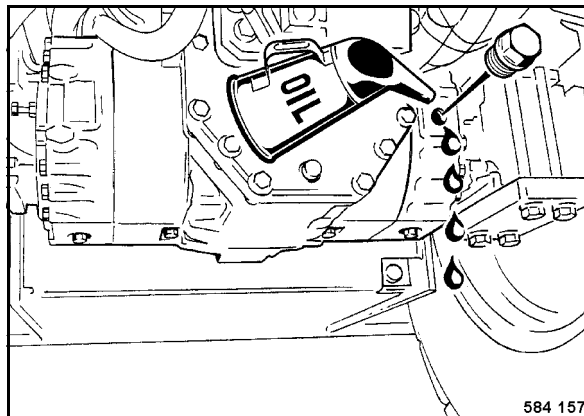

Fig. 195
- Cargar aceite por los taladros de control del nivel de aceite (Fig. 195) hasta el aceite se encuentra en la arista inferior del agujero.